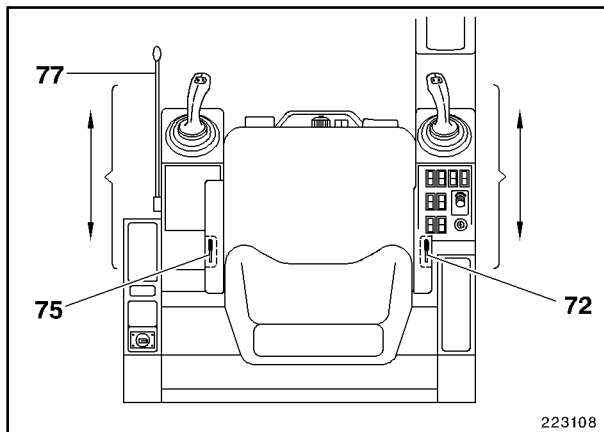

Fig. 9
- Apretar hacia adelante el mango (72, Fig. 9) contra la fuerza del resorte y mantenerlo en tal posición. Poner la consola en la posición deseada.